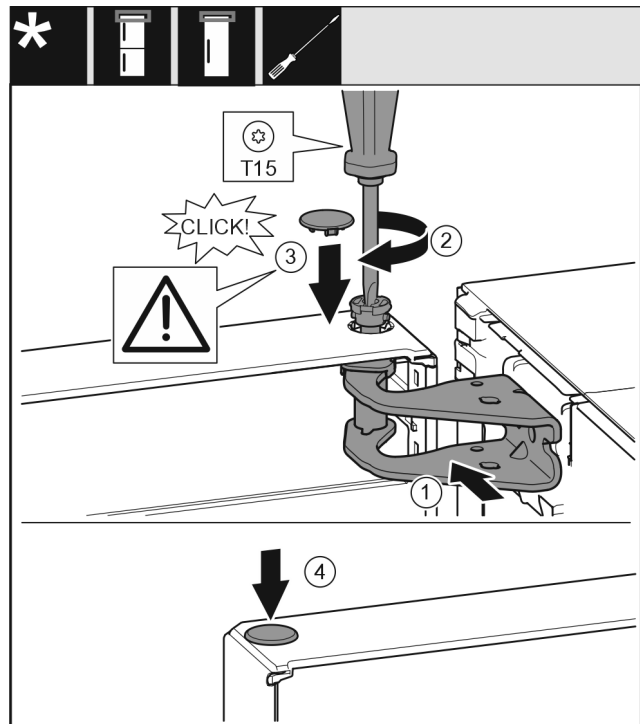

Fig. 22
- ▶ Dvere hore vyrovnajte s otvorom v ložiskovej konzole. Fig. 22 (1)
- ▶ Vložte čap a pevne ho priskrutkujte skrutkovačom T15. Fig. 22 (2)
- ▶ Namontujte poistný kryt pre poistku dverí: nasadte poistný kryt a skontrolujte, či prilieha ku dverám. Inak čap vložte úplne. Fig. 22 (3)
- ▶ Nasadte zátku. Fig. 22 (4)